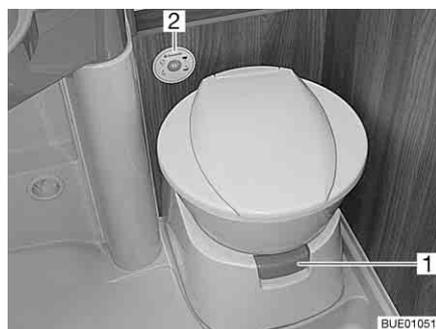
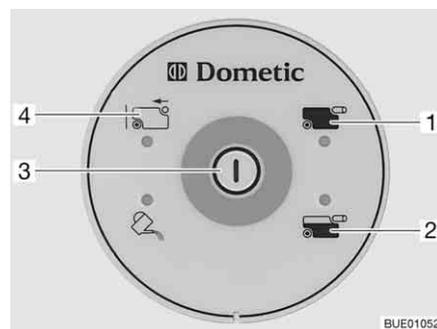

Fig. 246 Taza del inodoro con unidad de control y de mando
Fig. 247 Unidad de control y de mando del inodoro
Antes de utilizar el inodoro dejar que un poco de agua llegue a la taza del inodoro. Para esto, pulsar el botón de lavado (Fig. 247,3) en la unidad de control y de mando (Fig. 246,2).
- Antes del lavado, abrir la corredera del inodoro. Para esto extraer la palanca de corredera (Fig. 246,1).
- Para lavar, pulsar el botón de lavado (Fig. 247,3).
La luz de control (Fig. 247,2) se enciende cuando 3/4 del depósito de aguas fecales están llenos.
La luz de control (Fig. 247,1) se enciende cuando es necesario vaciar el depósito de aguas fecales.
- Hundir la palanca de corredera (Fig. 246,1). Se cierra la corredera. Para el vaciado **debe** estar cerrada la corredera del inodoro.
- Inclinar el depósito de aguas fecales un poco y a continuación sacarlo completamente. En la unidad de control y de mando se enciende el visualizador "depósito de aguas fecales sacado" (Fig. 247,4).